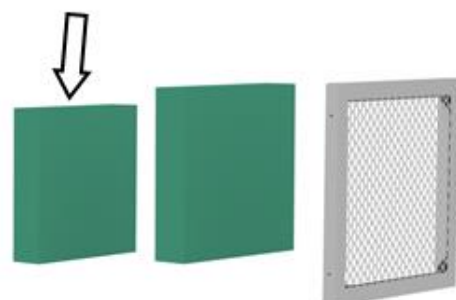

Fig.3
**IMPORTANT :** Avant de mettre en service le AIR-TEK PRO pour la première fois, **vous devez désassembler les filtres du kit et enlever l'emballage/le plastique du filtre haute efficacité HEPA 14 ;** il est livré en étant entièrement protégé afin de conserver les caractéristiques et les propriétés du filtre. (voir Fig.3)
**ATTENTION :** Pour toute manipulation interne de AIR-TEK PRO, **il est obligatoire d'utiliser les EPI\* appropriés, au minimum un masque et des gants.** Chaque appareil est muni de deux autocollants (un sur chaque couvercle des filtres amovibles) de signalisation concernant l'utilisation des équipements de protection avant de manipuler l'appareil. Lorsque la protection du filtre a été retirée, elle doit être replacée dans la fente correspondante. (voir Fig. 3)